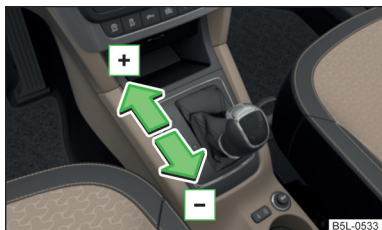

Fig. 129
- Pour **passer une vitesse supérieure** poussez le levier sélecteur vers l'avant **[+]** » fig. 129.
- Pour **passer une vitesse inférieure** poussez le levier sélecteur vers l'arrière **[-]** » fig. 129.